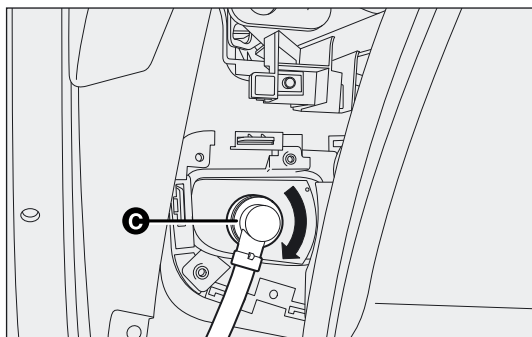

fig. 170
- ☐ monteer deksel/lamphouder C-fig. 170 door deze rechtsom te draaien en controleer of deze goed vastzit (geborgd);